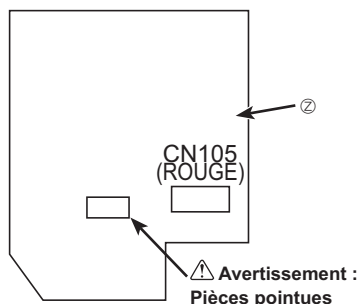

Fig. 6-6
- Connecter correctement le cordon électrique de l'interface radiofréquence au connecteur CN105 (ROUGE) situé sur le panneau du contrôleur intérieur. (Fig. 6-6)